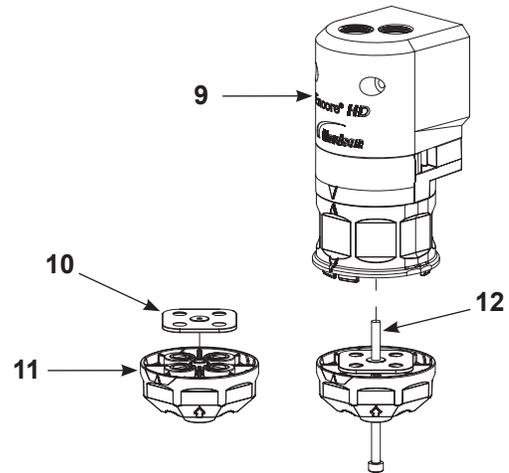

Figura 23 Montar la junta obturadora y el bloque Y inferior
**NOTA:** Siempre que se desmonte la bomba, debe sustituirse la junta obturadora del bloque Y (pieza 10 en la figura 23).
3. Ver la figura 23. Montar la junta obturadora (10) sobre el bloque Y inferior (11), después enroscar el tornillo largo (12) a través del bloque Y inferior y en la carcasa de las válvulas peristálticas, el bloque Y superior y el distribuidor de purga. Apretar el tornillo a 25-30 pulg.-lb. (2,8-3,4 N•m).